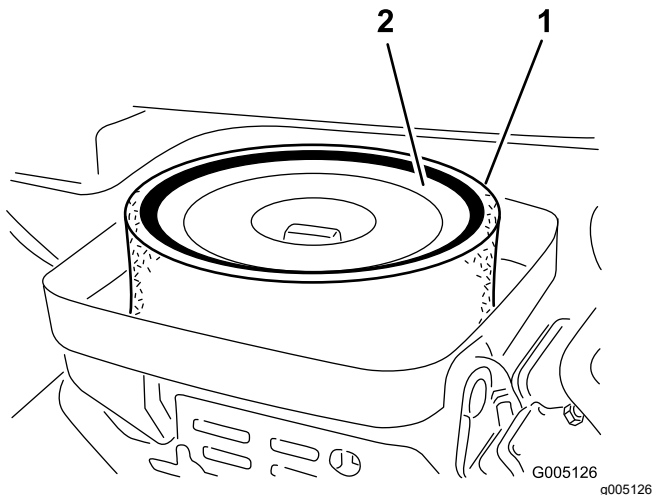

Figure 38
3. Enlevez l'écrou à oreilles qui fixe les éléments au boîtier du filtre à air (Figure 38).
4. Si l'élément en mousse est encrassé, sortez-le de l'élément en papier (Figure 38). Nettoyez-le soigneusement comme suit :